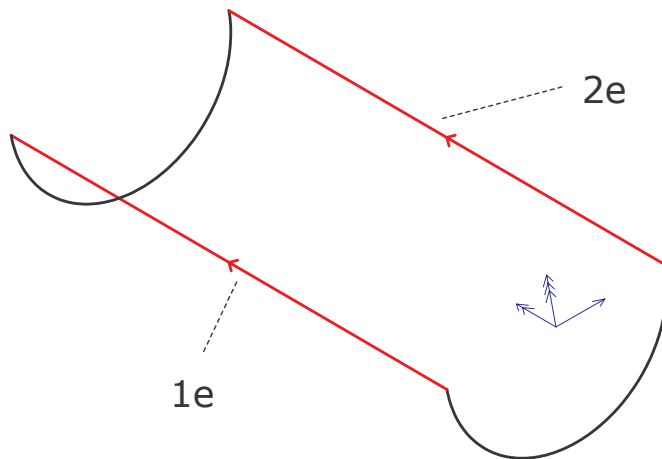

Abbildung.6
1. Wählen Sie die zwei Linien in einer Richtung. (siehe Abbildung.6)